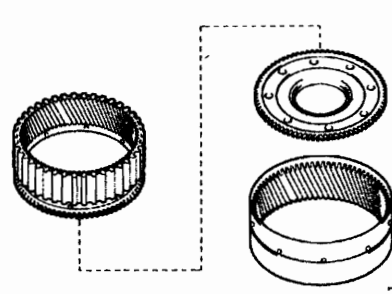

图 12-1-37
②如图 12-1-37 所示, 从前行星齿轮齿圈上拆下中央行星齿圈和前行星齿轮齿圈。